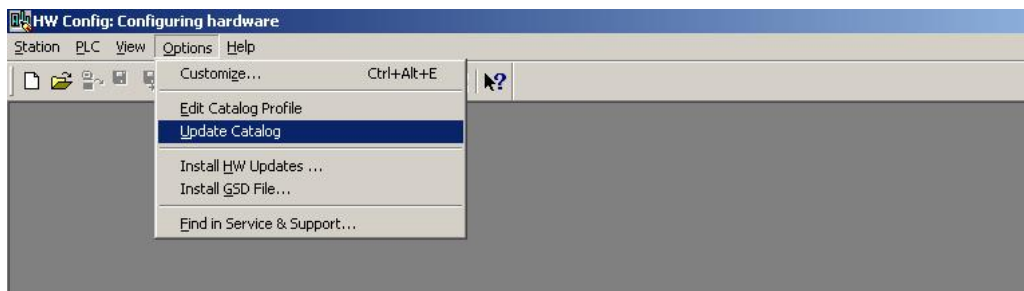

图 5-5
(1) SIMATIC 300(1)→Hardware 双击, 并在 HW Config 的菜单中选择 Option→Update Catalog 点击, 将设备 GSD 文件加入设备 Catalog 中, 见图 5-5。